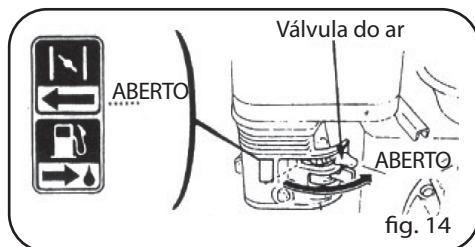

fig. 14
9. Pré-aquecer o motor e posicionar a alavanca do ar na posição "ABERTO" (Fig. 14).